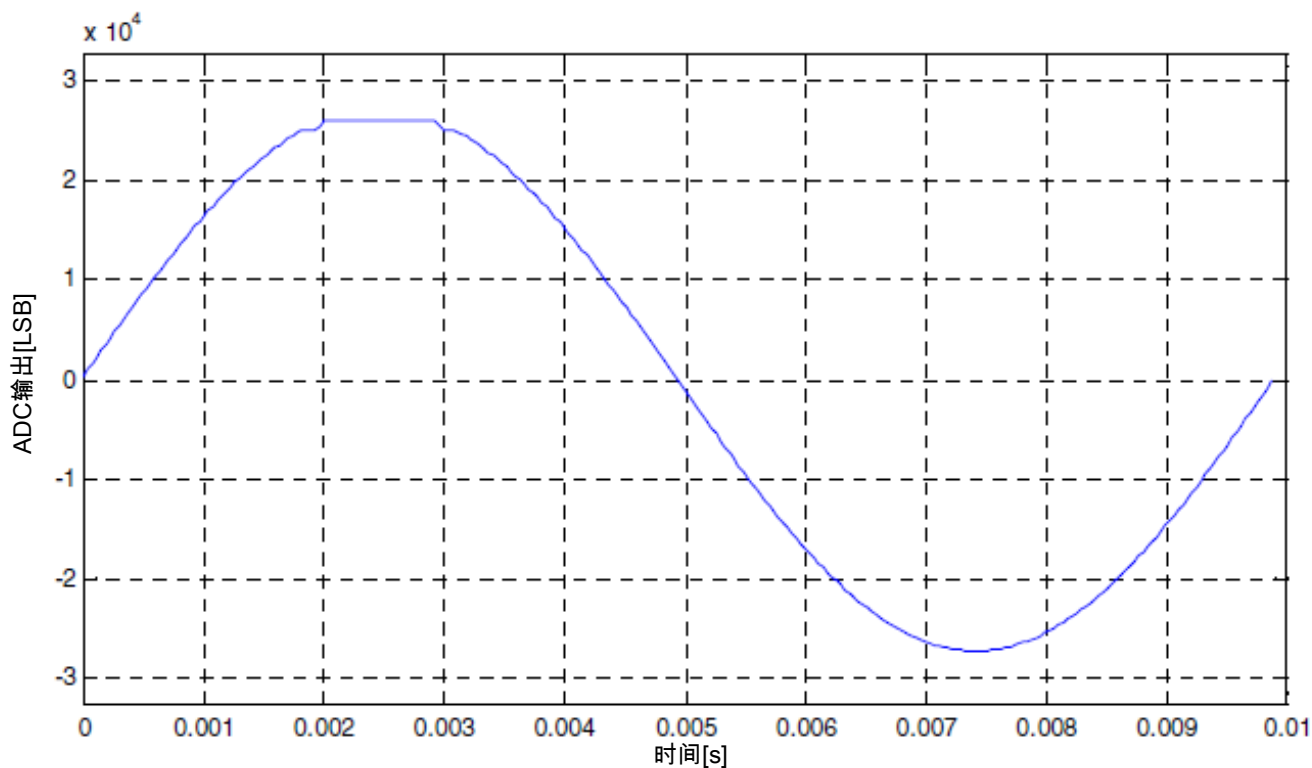
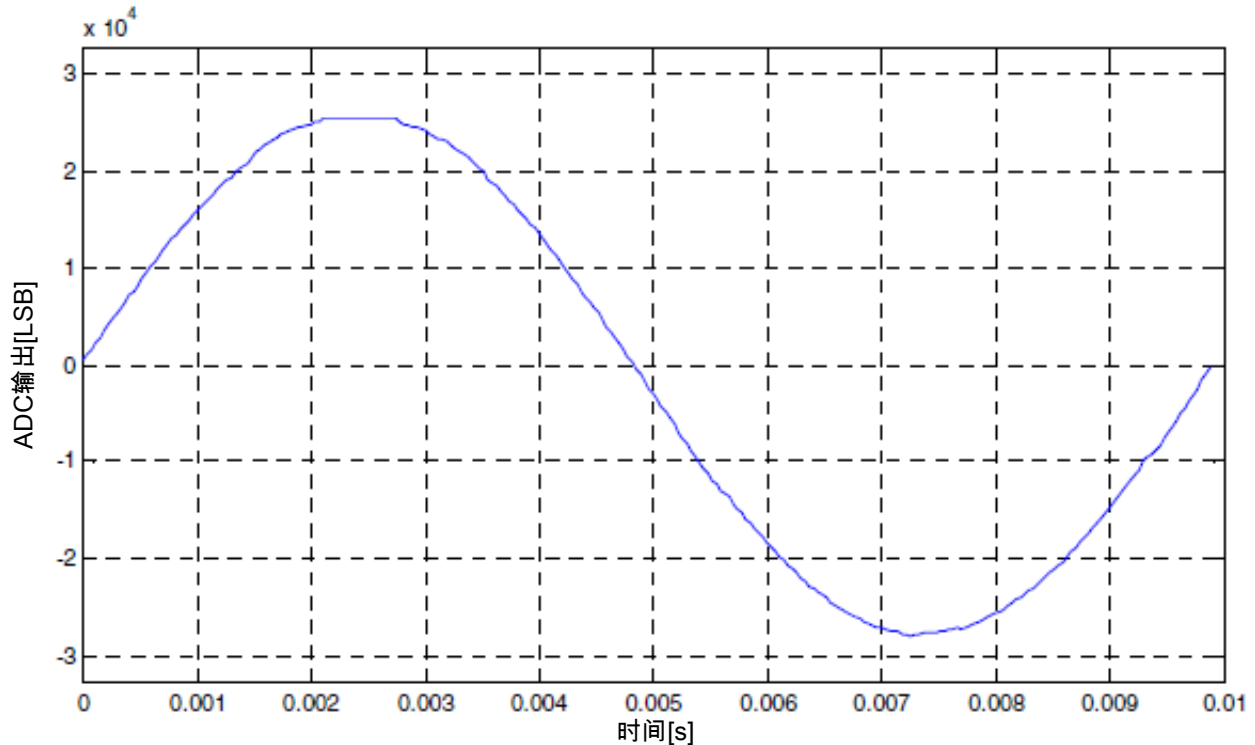
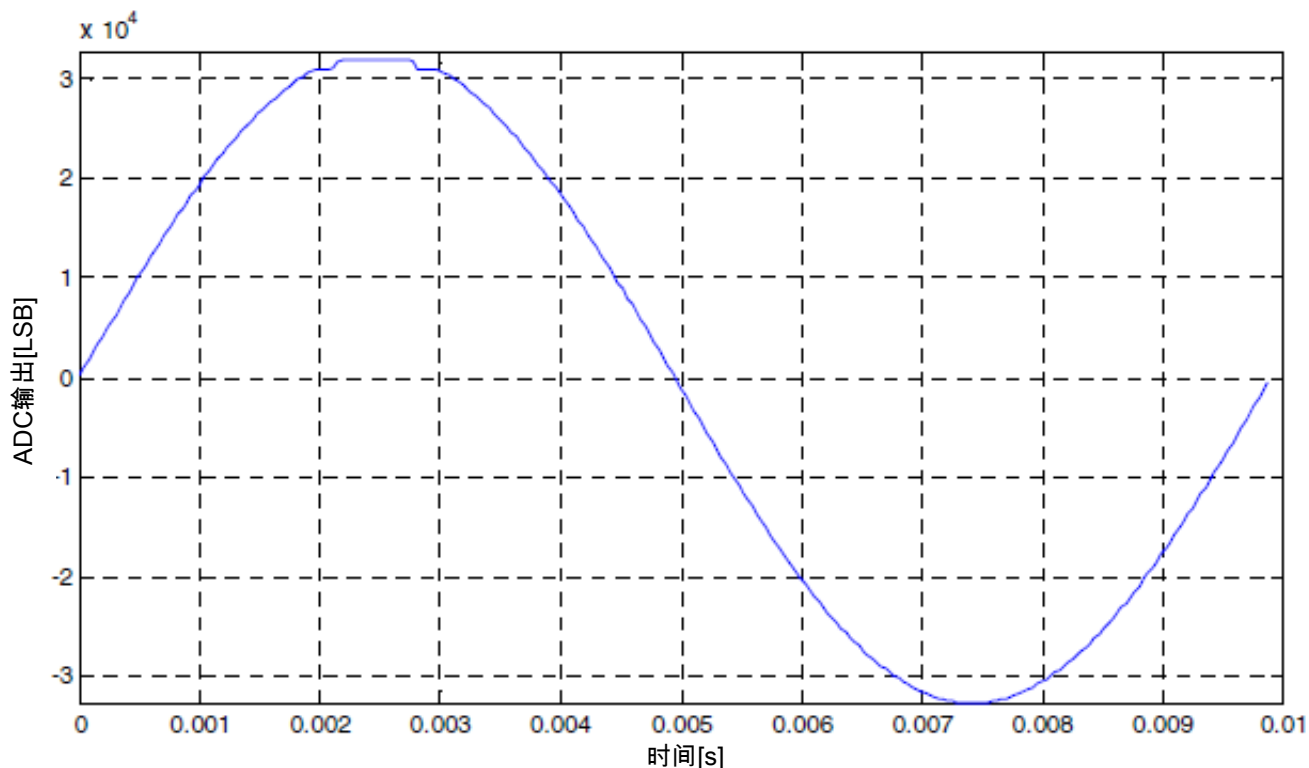

图 4. 全摆幅输入的数字输出范围 (PGA 启用, 增益 = 01)
图 6. 全摆幅输入的数字输出范围 (PGA 启用, 增益 = 64)
图 8. 全摆幅输入的数字输出范围 (PGA 禁用)
当差分正弦波形输入为 2000 mVpp, PGA 增益为 1 时, 其 ADC16 输出范围如图 4 所示。
当差分正弦波形输入为 31.25mVpp, PGA 增益为 64 时, 其 ADC16 输出范围如图 6 所示。
2.4 V_{pp} 差分正弦波形输入的 ADC16 输出范围如图 8 所示。
从 ADC16 结果寄存器中获取的转换结果如图 4、图 6 和图 8 所示，显示了理论值和测量值之间的差别。当正向输入接近上轨参考电压时，ADC16 会产生转换误差。这种情况仅在 16 位差分模式中出现，而其他操作模式不受影响。e3863 勘误表中描述了模拟转换器的这种特性、其根本原因和应对方案。⁴。勘误表中归纳的转换误差可视为“ADC_{OUT} 理论值”和“ADC_{OUT} 测量值”之间的偏差 — 参见表 2。